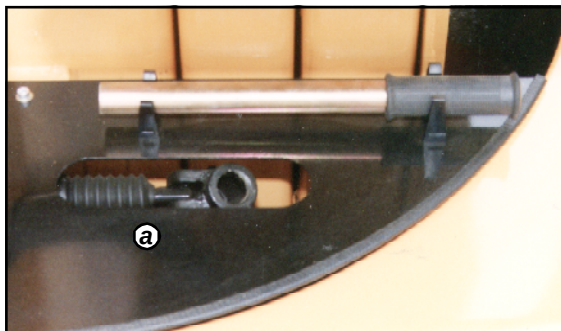

Fig. 4.5 - Pompe à main.
- a. Pompe à main (Fig. 4.5) : Insérer l'extrémité du manche dans la pompe à main, actionner le manche de pompe pour fournir l'énergie nécessaire tout en maintenant en position le levier de commande correspondant à la fonction désirée.